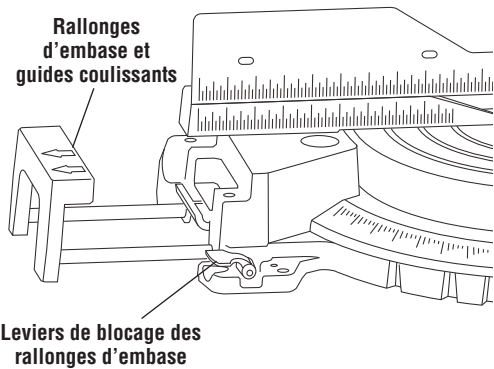

Figure 29. Rallonges d'embase et guides coulissants
1. Desserrez les leviers de blocage des rallonges d'embase (Figure 29).